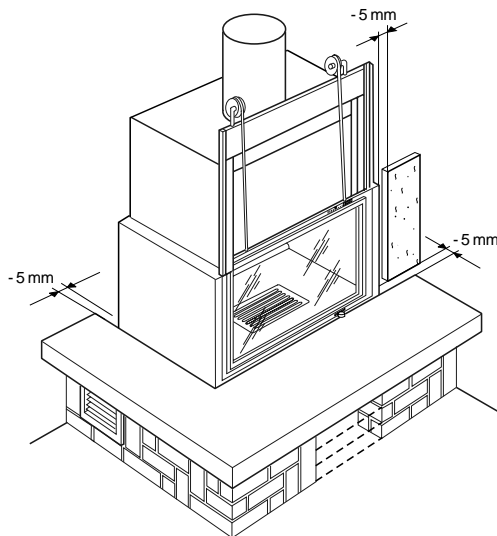

Fig. 5.3
- È necessario fare coincidere la parte frontale anteriore dell'apparecchiatura con il filo interno del piano di marmo lasciando una fessura di 5 mm in modo da permettere la libera dilatazione dell'EcoMonoblocco (Fig. 5.3).
- It is necessary to match the front part of the unit with the inside edge of the marble slab, leaving a 5 mm slot so as to allow for free dilation of the EcoMonoblocco (Fig. 5.3).
• Der vordere Geräteteil muss mit der Innenkante der Marmorplatte übereinstimmen, es bleibt lediglich ein Schlitz von 5 mm, um die Ausdehnung des EcoMonoblocco zu ermöglichen EcoMonoblocco (Abb. 5.3).